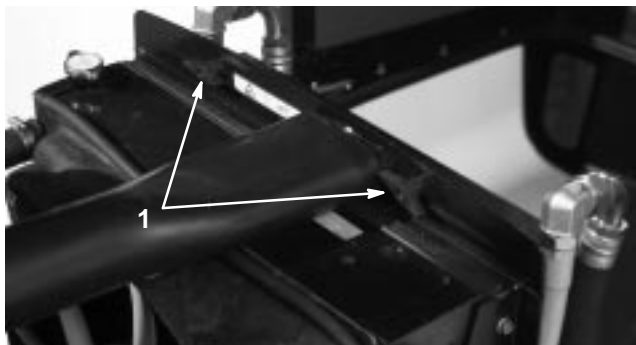

Bild 50
2. Entfernen Sie die Handräder (Bild 50), mit denen der Ölkühler am Chassis befestigt ist.